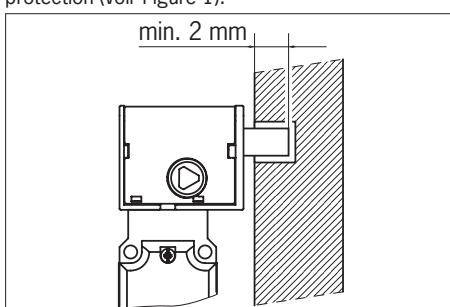

Figure 1 : Interrupteur de sécurité TK avec intervèrrouillage
L'activation de l'interverrouillage provoque la sortie du doigt de verrouillage. L'interverrouillage se réalise lorsque le doigt de verrouillage s'insère par exemple dans un renforcement sur le cadre de la porte de protection (voir Figure 1).
- Le recouvrement du doigt de verrouillage doit être au minimum de 2 mm (voir Figure 1).